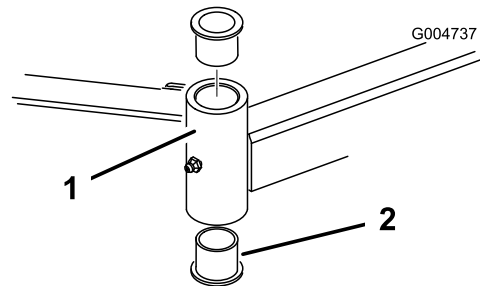

Figura 81
4. Inserte un botador fino en la parte superior o inferior del tubo de montaje y dé golpes hasta que salga el casquillo del tubo (Figura 81).